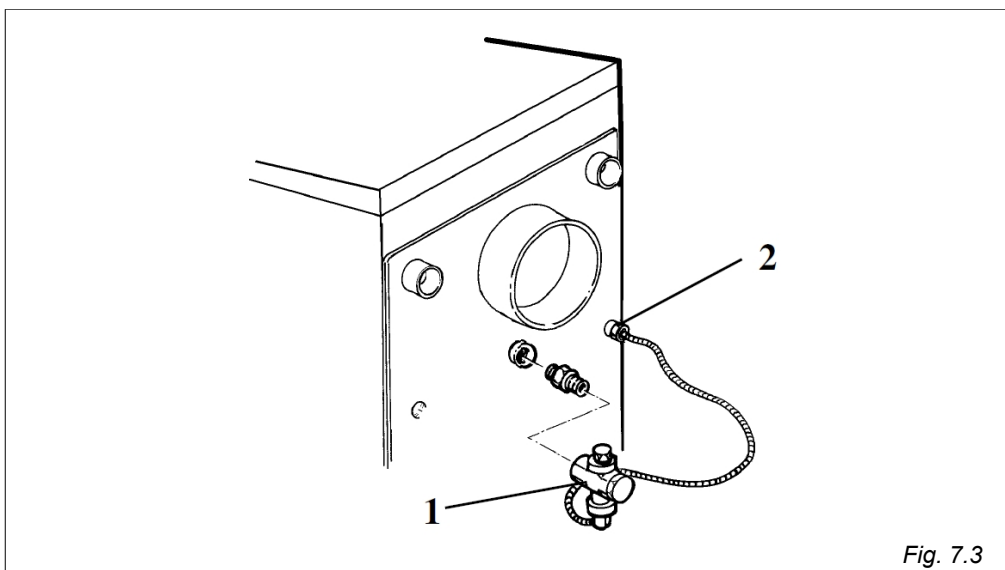

Fig. 7.3
G) Intercambiador de seguridad (fig.7.3).
Para la combustión de combustibles sólidos se debe conectar a la red hídrica y su correspondiente drenaje una válvula de descarga térmica (opcional) (pos.1 fig.7.3) cuyo bulbo (pos.2 fig.7.3) detecta la elevada temperatura.
Echangeur de sécurité (fig. 7.3)
Pour générateur thermique à combustible solide, il est relié au réseau hydraulique et au réseau de drainage par le biais de la purge thermique (option) (pos.1 fig.7.3) dont le bulbe (pos.2 fig.7.3) qui relève la température se trouve sur l'attelage spécial.